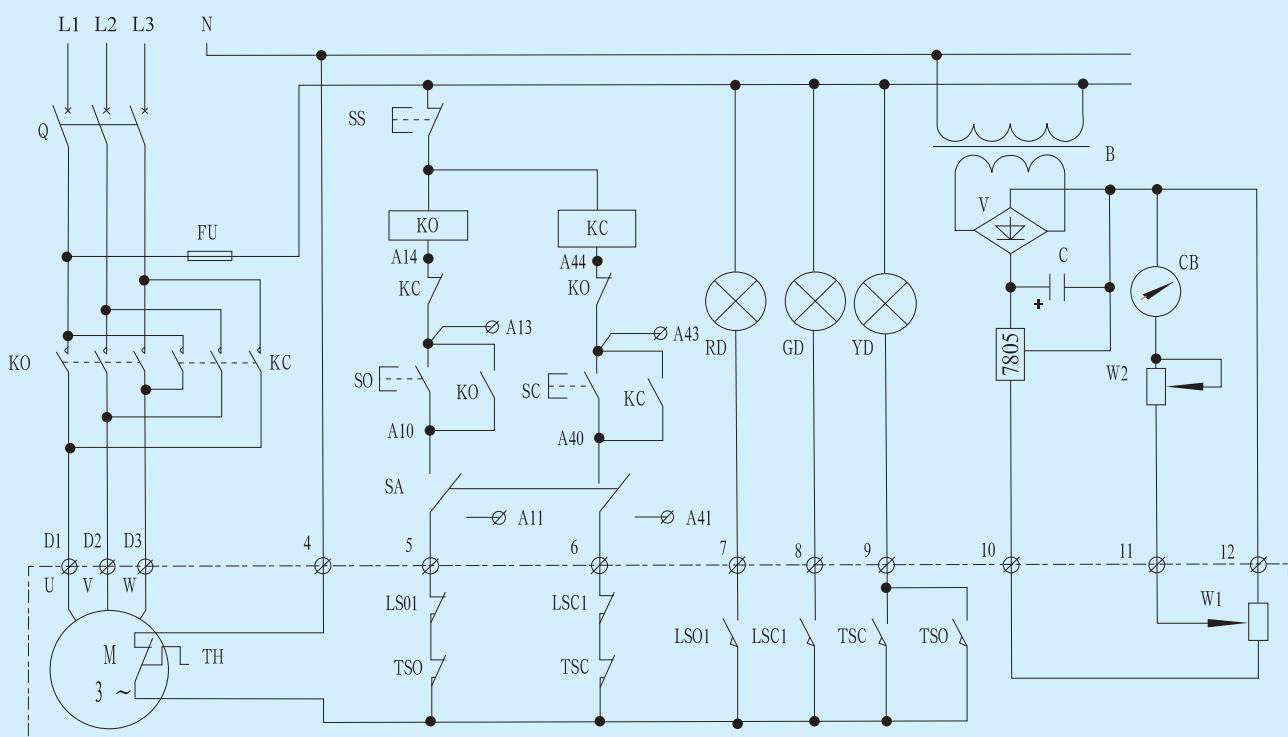

图9 常规型电气原理图
6.2 常规型电气控制原理图见图9（注：虚线框内电气元件在电动装置内）